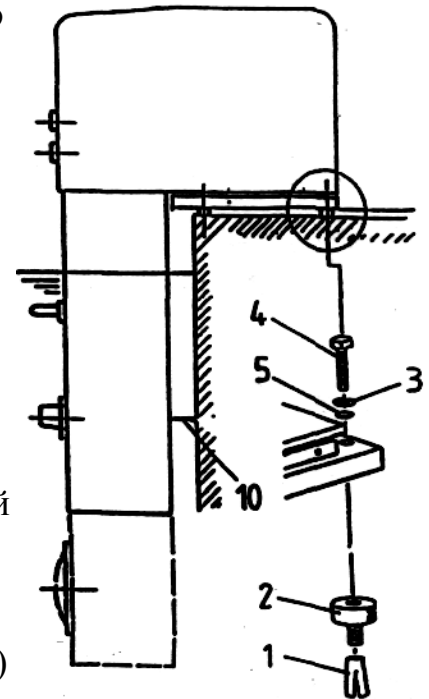

Рис. 1
5. Всаживать медный распорный палец (1) и навинчивать и упругий металлический амортизатор (2), см. рис. 1.
6. Насаживать оборудование на металлоупругий амортизатор и закрепить при помощи винта с шестигранной головкой (4) зубчатыми дисками (3) и вкладными шайбами (5), см. рис. 1.
7. Расстояние между корпусом и краем бассейна выравнивается посредством дистанционной компенсации (10/ рис. 1). Таким образом, установке дают дополнительную устойчивость.
8. Надевать тканевый рукав (6) 0 14 мм, для воздушно-жемчужного плавания на насадку для регулирования воздуха и закрепить посредством зажима (7).